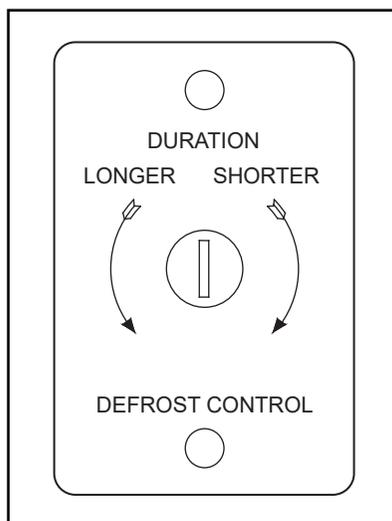
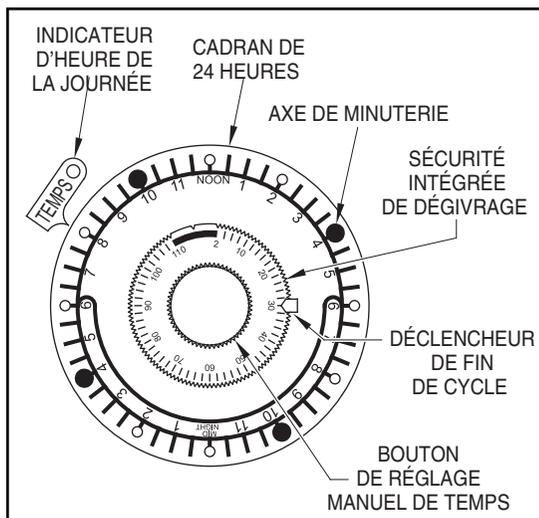

FIGURE 1 : COMMANDE DE DÉGIVRAGE SITUÉ SUR L'EXTRÉMITÉ DROITE DE L'ÉVAPORATEUR (MODÈLES MLT UNIQUEMENT)
FIGURE 2 : HORLOGE DE MINUTERIE DE DÉGIVRAGE SITUÉE DANS LE PANNEAU ÉLECTRIQUE SUR LE DESSUS DE LA CHAMBRE
- **LA FORMATION DE GOUTTELETTES DE GLACE SUR LE PLAFOND** est un signe indiquant que le système reste en dégivrage pendant trop longtemps après que le givre a disparu des ailettes de l'évaporateur. Il est possible de résoudre ce problème en tournant la vis de durée du dégivrage vers la position « shorter » (raccourcissement) (Figure 1).
Si le congélateur-chambre continue de rester en dégivrage pendant trop longtemps, retirer un axe de réglage de dégivrage de l'horloge de minuterie (Figure 2). Répéter l'opération si nécessaire.
- L'ACCUMULATION DE GIVRE SUR L'ARRIÈRE DE L'ÉVAPORATEUR** est un signe de longueur insuffisante de la période de dégivrage. Tourner la vis de réglage de durée vers la position « longer » (allongement) (Figure 1). Si l'accumulation de givre persiste, ajouter une position de dégivrage à l'horloge de minuterie (Figure 2).
- Les congélateurs-chambres ne sont pas tous réglables. Pour savoir si l'unité en question l'est, repérer la commande de dégivrage (Figure 1) ou demander notre assistance.